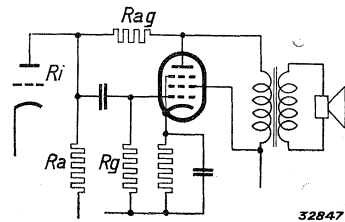
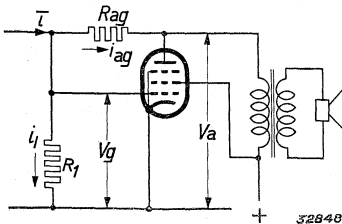

Fig. 1. Principeschema van een eindmet tegenkoppeling evenredig met de uitgangswisselspanning.
Fig. 2. Vervangingschema van de schakeling van Fig. 1.  $R_1$  stelt voor de parallelschakeling van  $R_a$ ,  $R_g$  en  $R_i$ .
Het is een algemeen bekend feit, dat door neg. terugkoppeling niet alleen vervorming, maar ook de versterking beïnvloed wordt, alsmede de inwendige weerstand. Het is echter minder bekend, dat ook de ingangsweerstand van de tegengekoppelde versterker beïnvloed wordt. In de schakeling van fig. 1 wordt bijv. de ingangsweerstand van de eindtrap (totale belastingsweerstand van de voorversterker) door de tegenkoppeling verminderd. De mate van vermindering is zeer gemakkelijk met behulp van fig. 2 te berekenen. In deze afbeelding is de L.F. lamp, die de eindlamp voorafgaat, door een stroombron met een stroom  $i$  en de parallel geschakelde inwendige weerstand  $R_i$  vervangen. Tegelijkertijd is de parallelschakeling van de weerstand  $R_1$  aangegeven. Is nu de versterking van de eindlamp gelijk aan  $\alpha$  dan is de anodewisselspanning  $V_a = -\alpha V_g$ . (1)